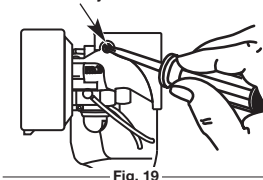

Fig. 19
La velocidad mínima del motor puede ser ajustada. Puede tener acceso al tornillo de ajuste de mínima a través de un orificio en la parte superior de la cubierta del motor (Fig. 19).
- Suelte la palanca del regulador y deje que el motor trabaje en vacío. Si el motor se para, inserte un destornillador Phillips pequeño en el orificio de la cubierta del motor (Fig. 19). Gire el tornillo de mínima hacia adentro, en sentido horario, de a 1/8 de vuelta por vez (según sea necesario) hasta que el motor funcione en mínima suavemente.